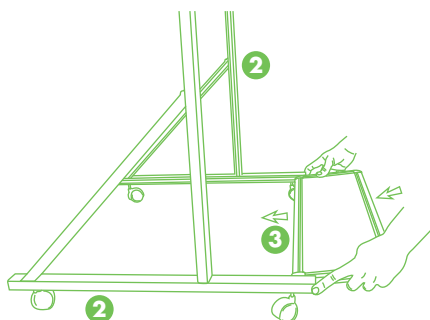

Fig. 6b
**4a.** Insira a base deslizando através dos trilhos até o meio dos pés para a estabilidade do quadro (Fig. 6b).